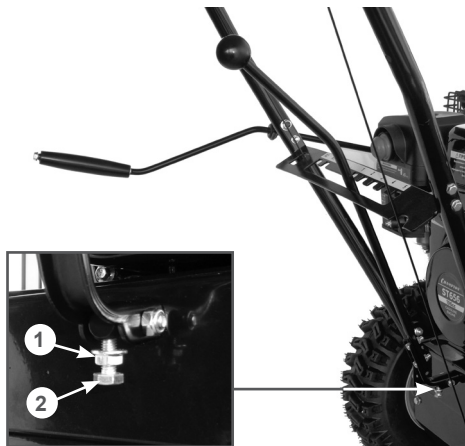

Рис. 17 Регулировка рычага переключения передач
- закручивая болт 2 отрегулируйте степень прижима рычага переключения передач к пластине с фиксированными положениями рычага переключения передач (Рис. 17). При правильной регулировке рычаг должен плотно прилегать к пластине при установке рычага в положение любой передачи, но, при этом, он не должен быть чрезмерно зажат. После окончания регулировки законтрите резьбовое соединение закрутив контргайку 1 (Рис. 17).